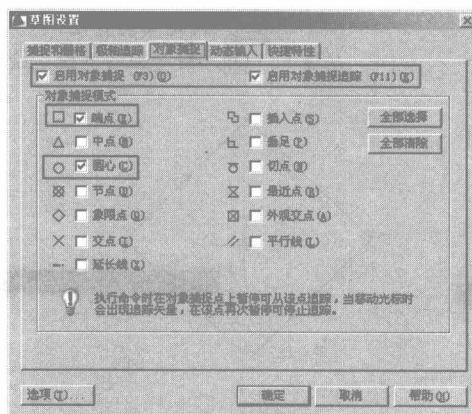

图 1-20 设置捕捉追踪功能
- ③ 在状态栏的□按钮上单击鼠标右键, 在弹出的快捷菜单中选择“设置”选项, 打开“草图设置”对话框, 然后设置并启用对象捕捉和追踪功能, 如图 1-20 所示。